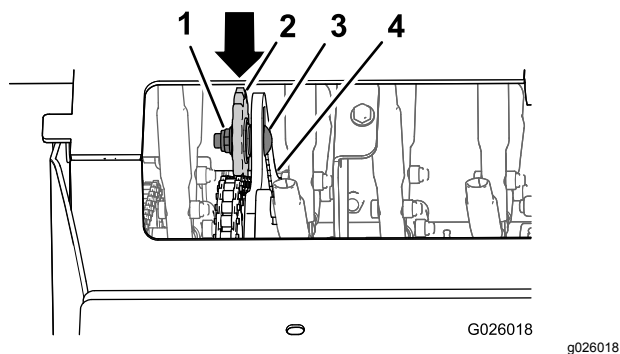

Figure 62
4. Desserrez le contre-écrou et le boulon de carrosserie qui fixent le pignon de tension (Figure 62).
- Poussez le pignon vers le bas et l'avant pour augmenter la tension de la chaîne, comme montré à la Figure 62.